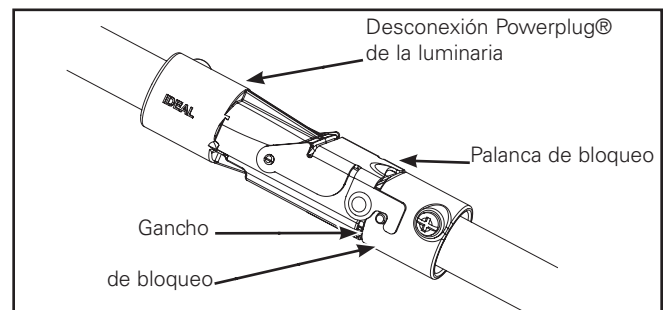

Figura 33.
5. Conecte el módulo de la luminaria LED y el desconector rápido de la unidad adaptadora. Luego, asegúrelos con firmeza (Figura 33).